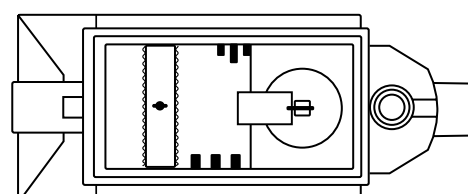

Fig. 5
3. Koalesatorinsatsen måste sitta rakt i avskiljaren, fig. 5.